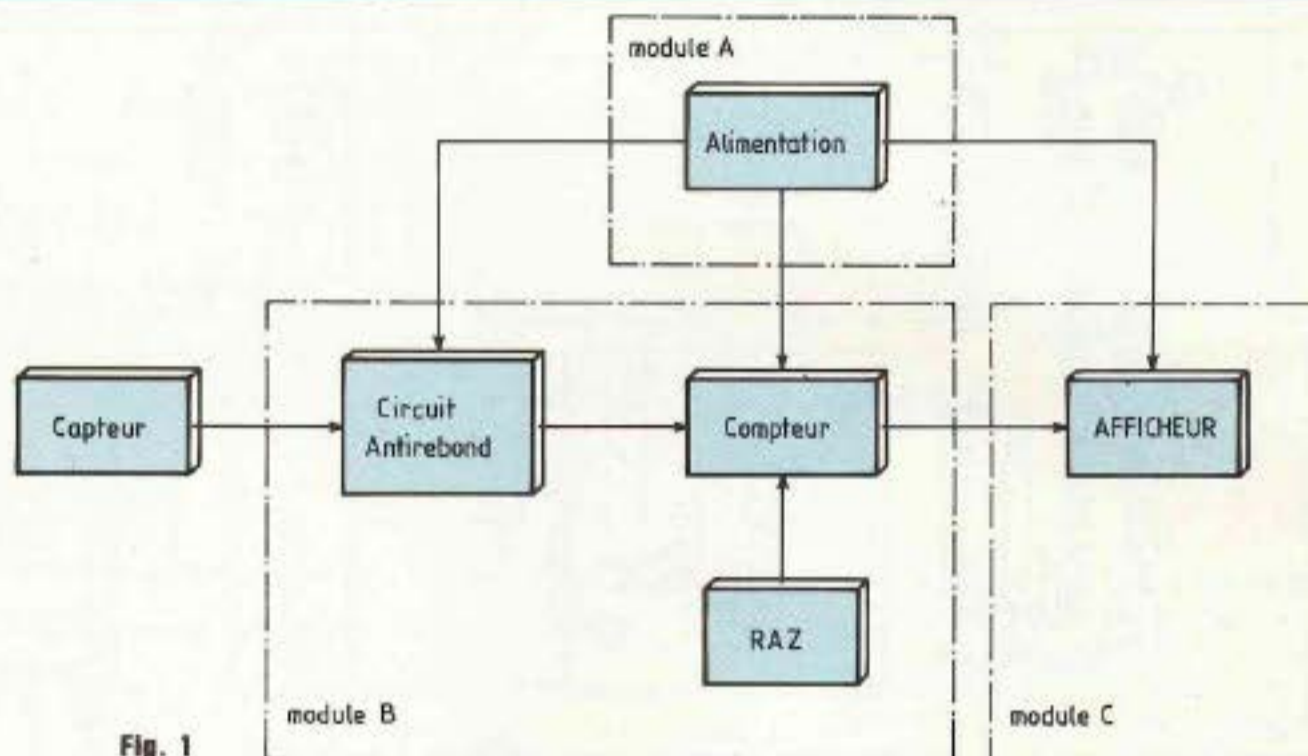

Fig. 1
**Module C** : affichage (voir synoptique fig. 1).